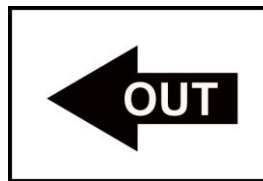

Fig 2
Par le biais du flexible, raccorder la pompe au coude de raccordement de flexible transparent (8) du filtre, identifié par la mention « IN ». Raccorder également le flexible de sortie au deuxième coude de raccordement de flexible transparent (8), identifié par la mention « OUT ». (voir le marquage « In » et « Out » à la fig. 2)